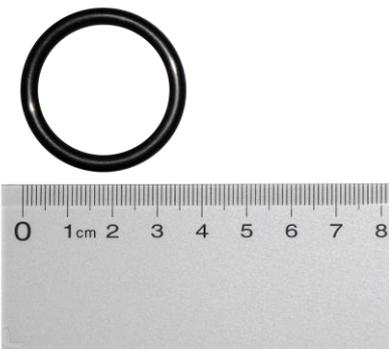

Fig. 10
- reemplazar todas las juntas tóricas. Fig. 10